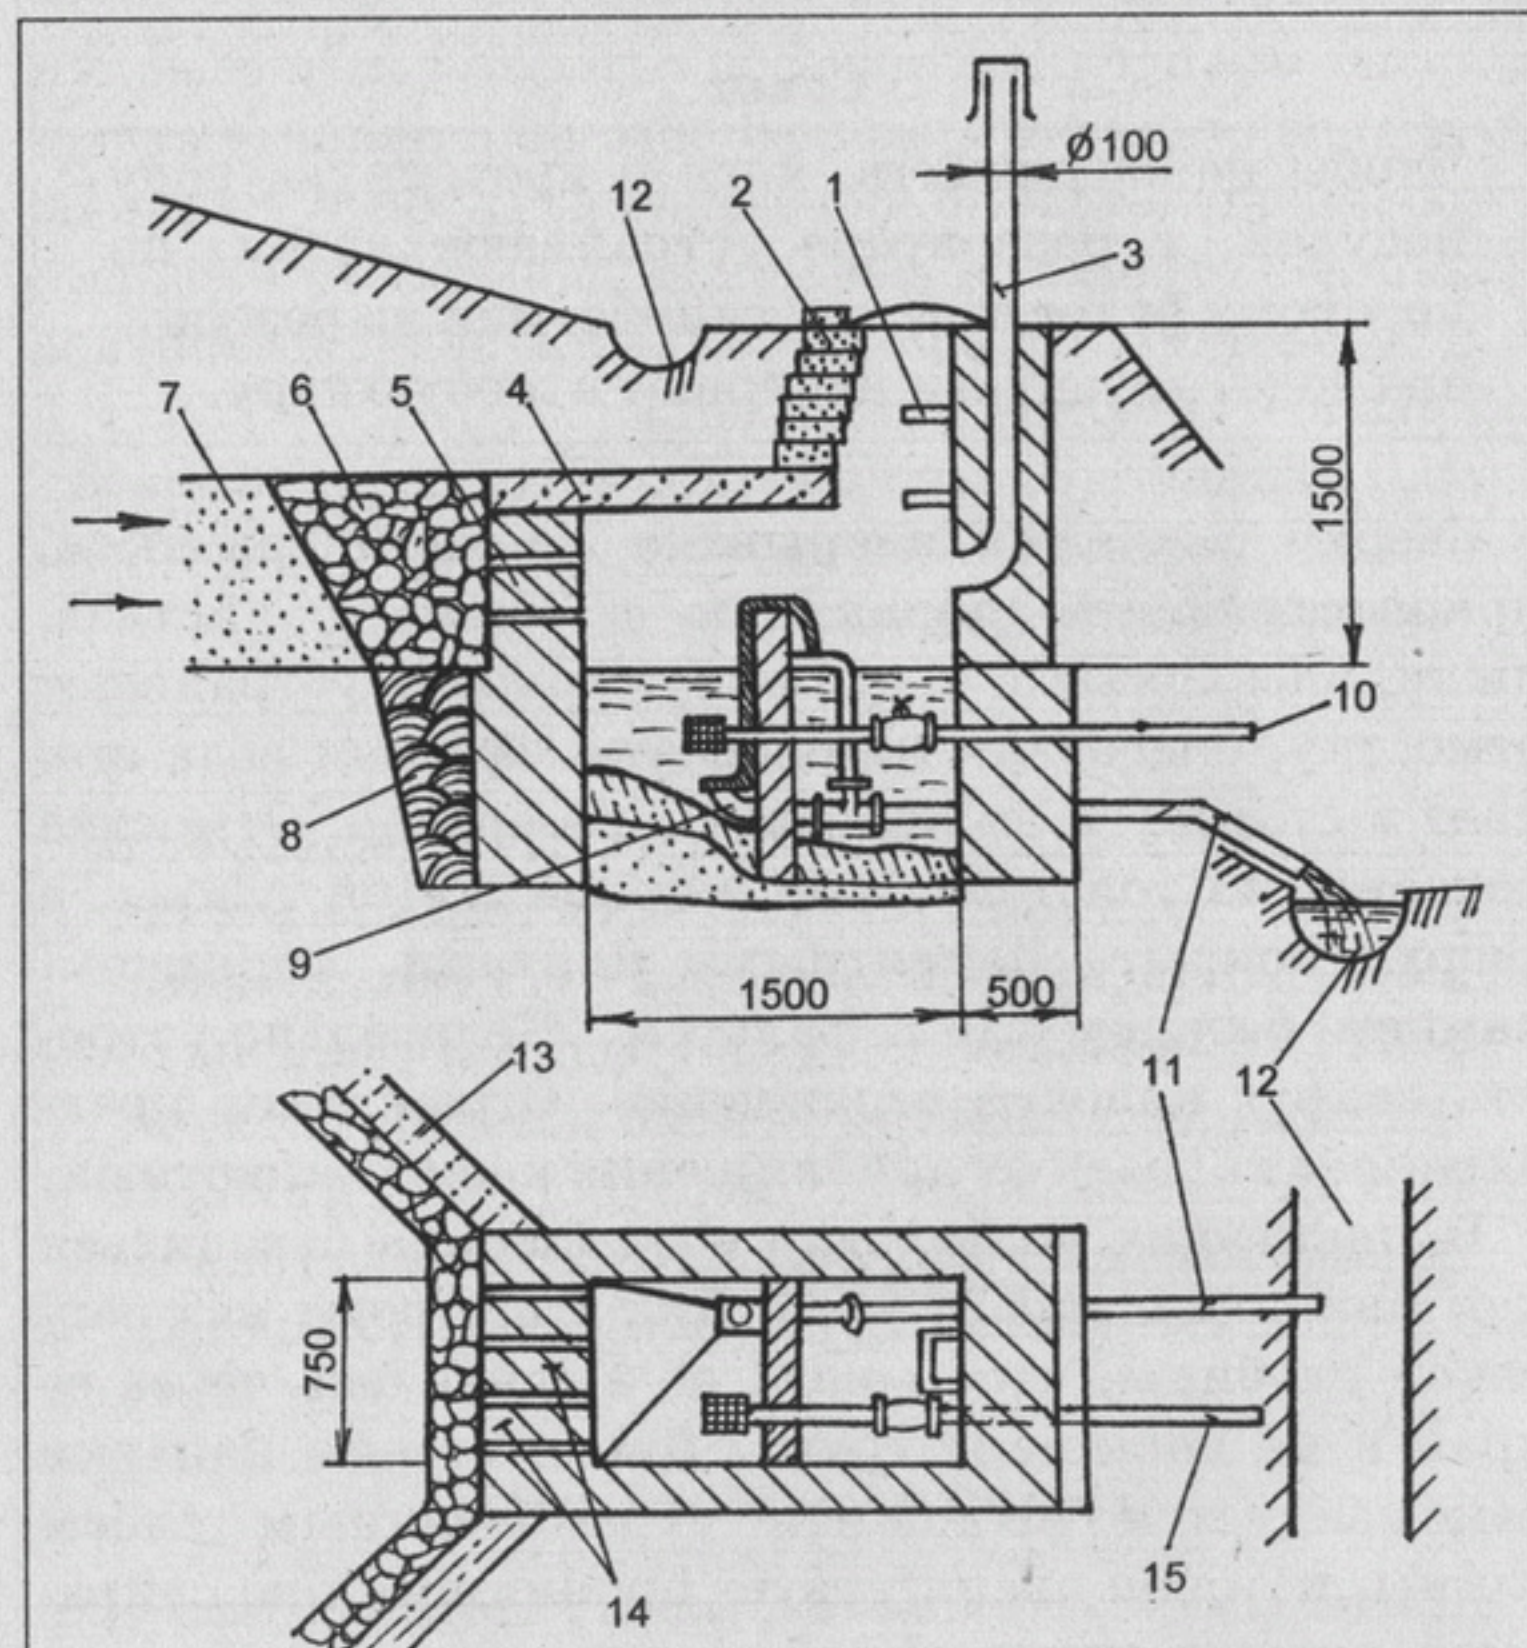

Рис. 4. Ключевой колодец из нисходящего родника:
2. *Нисходящий ключевой колодец* представлен на рис. 4. Резервуар может быть изготовлен из любых подручных материалов, но обязательно с деревянным, бетонным, кирпичным или каменным дном. Вода ключа по водоносному слою поступает в резервуар через боковую стенку. Она может нести с собой частицы ила, грунта и других нежелательных предметов.